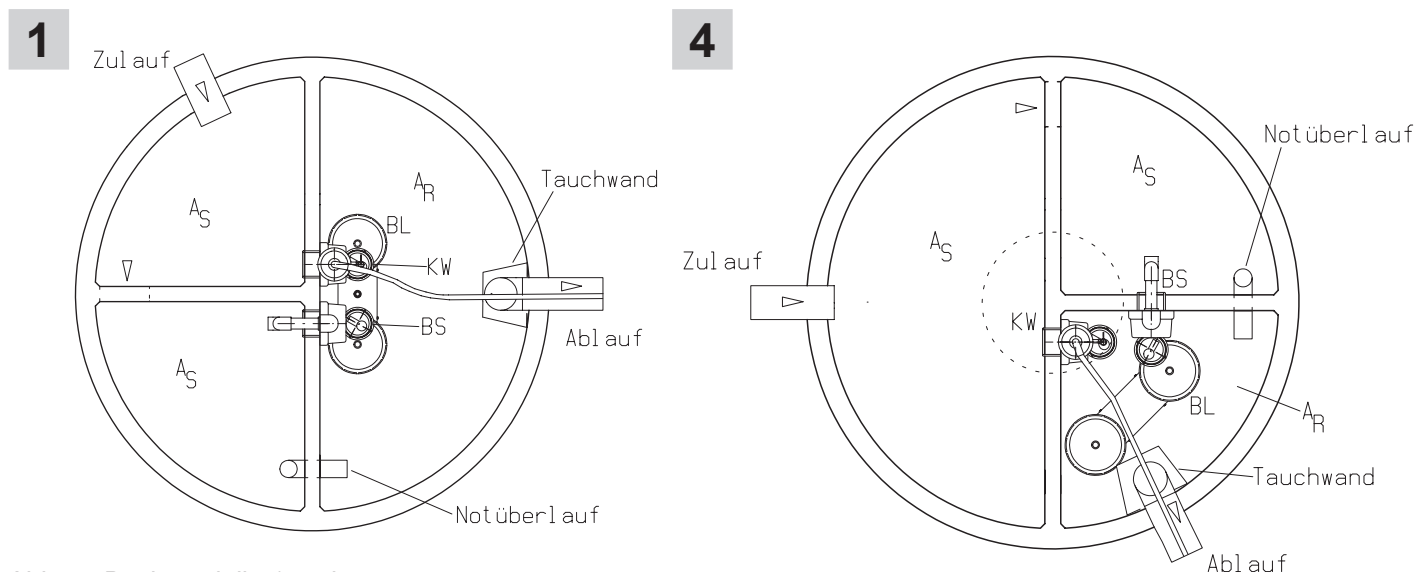
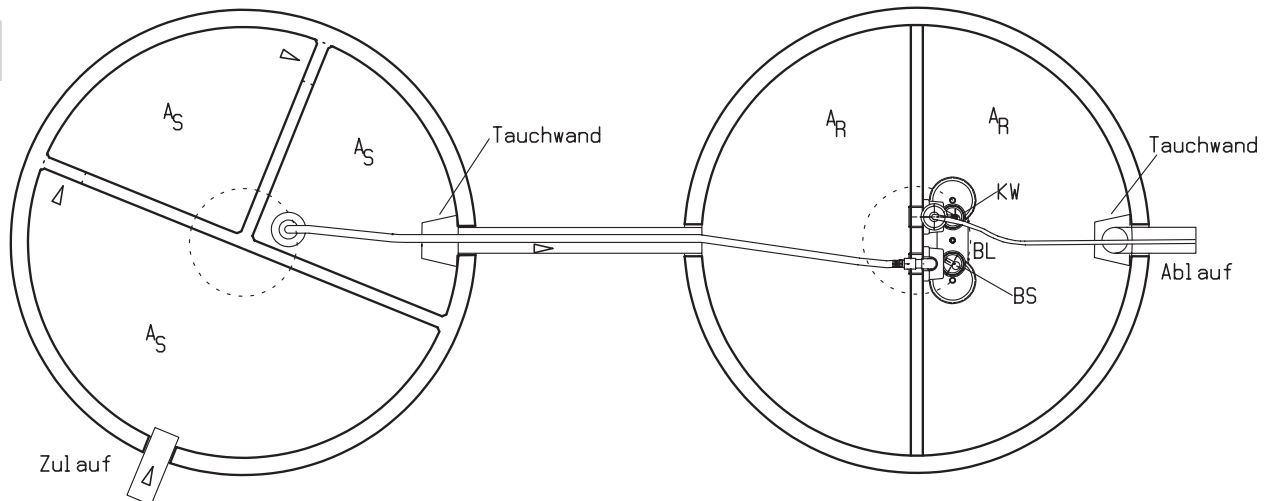

Abb. 5 Basismodelle 1 und 4
Abb. 6 Basismodell 9
2. Es ist das jeweilige **Basismodell** (siehe **Abb. 5, Abb. 6 und ABB. 7**) zu wählen und aus den beiliegenden Tabellen **Tab. 1, Tab. 2 und Tab. 3** das Einbaumaß abzulesen.
6. Die Klarwasserpumpe mit Schwimmerschalter ist entsprechend der gewählten Behälterlösung (siehe Basismodelle **Abb. 5, Abb. 6 und Abb. 7**) einzubauen. Die Klarwasserpumpe ist so auf die Trennwand oder bei Zweibehälter- und Dreibehälteranlagen auf die Traverse zu montieren, dass sich der Probehalm im Radius der Deckelöffnung befindet. Durch diese Anordnung ist eine spätere Probenahme ohne größeren Aufwand möglich. Der bauseits zu stellende 30° Bogen wird in das Ablaufrohr gesteckt. **Der Schlauch der Klarwasserpumpe wird mindestens 50 cm in das Ablaufrohr der Kläranlage eingeführt und fixiert.** Weiterhin ist auf eine leichte Erhöhung des Schlauches zu achten, so dass ein selbständiges Entleeren des Ablaufschlauches gewährleistet ist. Dies kann durch eine Befestigung am Konus sichergestellt werden. Auf eine gradlinige, knickfreie Verlegung ist unbedingt zu achten. Ein Durchhängen der Ablaufleitung ist in jedem Fall zu verhindern.
5.1 Die aus der Tab. 1, Tab. 2 und Tab. 3 hervorgehenden Werte beziehen sich auf die in Abb. 5 bzw. Abb. 6 bzw. Abb. 7 dargestellten Basismodelle